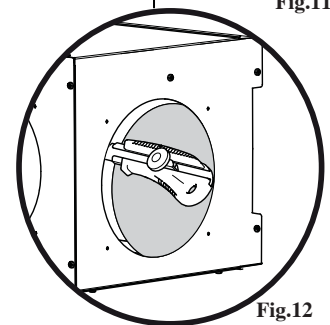

Fig.12
- Incidere dall'esterno con un utensile da taglio l'isolante interno lungo la circonferenza e rimuovere lo stesso (fig.12)